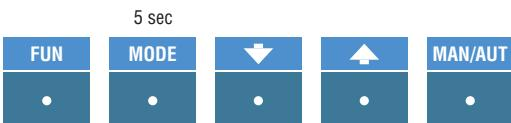

fig. 1
- Con l'apparecchio in modalità MAN, premere il tasto MODE per 5 secondi consecutivi (fig. 1).
- With the controller is MAN mode, press the MODE key continuously for 5 seconds (fig. 1).
- Con el regulador en modo MAN, pulsar y mantener pulsada la tecla MODE durante 5 segundos (fig. 1).